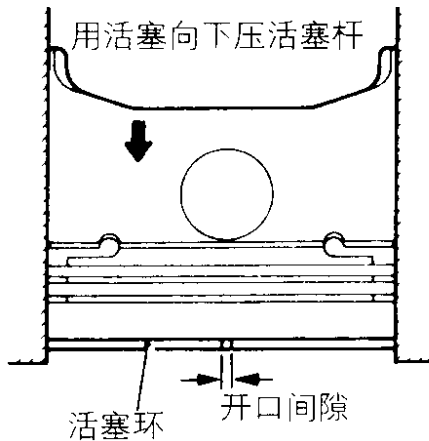

图 2-87 检查活塞环开口间隙
(3) 如图 2-87 所示，将活塞环放到气缸套内，用活塞顶与活塞环接触，将其向压到适当的位置，使活塞环与气缸壁成直角，然后用厚薄规测量活塞环开口间隙。第一道活塞环开口间隙标准值为 $0.25\sim 0.40\text{mm}$ ，第二道活塞环开口间隙标准值为 $0.45\sim 0.60\text{mm}$ ，油环开口间隙标准值为 $0.20\sim 0.60\text{mm}$ 。如果开口间隙已超出，应更换活塞环。